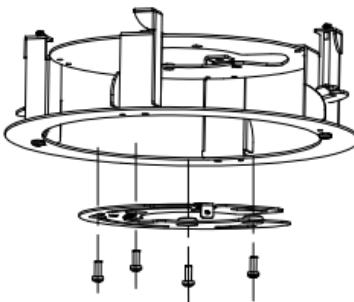

Abbildung 2-12 Sockelbesfestigung in das Einbaukit
3. Legen Sie die Kabelöffnungen des Kamerasockels und des Einbaukits übereinander und befestigen Sie den Sockel mit den vier beigefügten Schrauben auf dem Einbaukit wie in Abbildung 2-12 dargestellt.